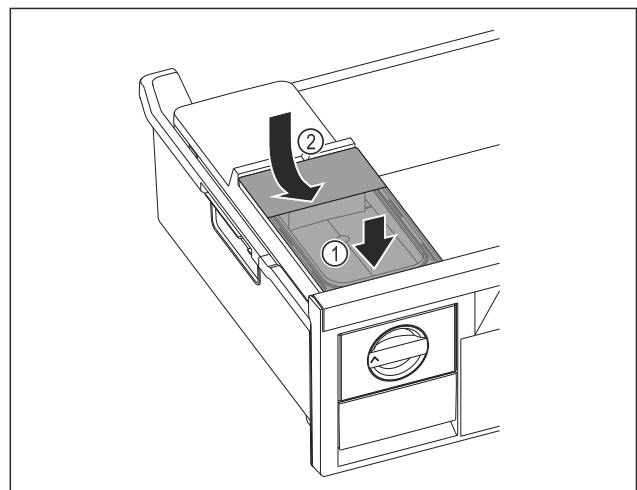

Fig. 122
- ▶ Collegare il serbatoio dell'acqua alla parte anteriore. *Fig. 122 (1)*
- ▶ Abbassare il serbatoio dell'acqua posteriore. *Fig. 122 (2)*